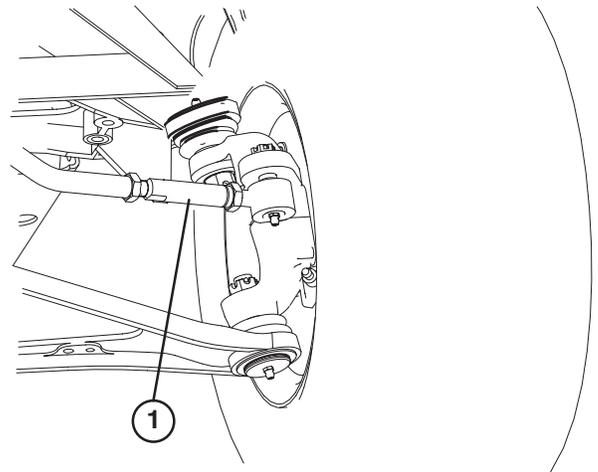

Figure 71
- Sur la roue avant gauche, desserrez les écrous de blocage aux deux extrémités du tendeur (Fig. 71).